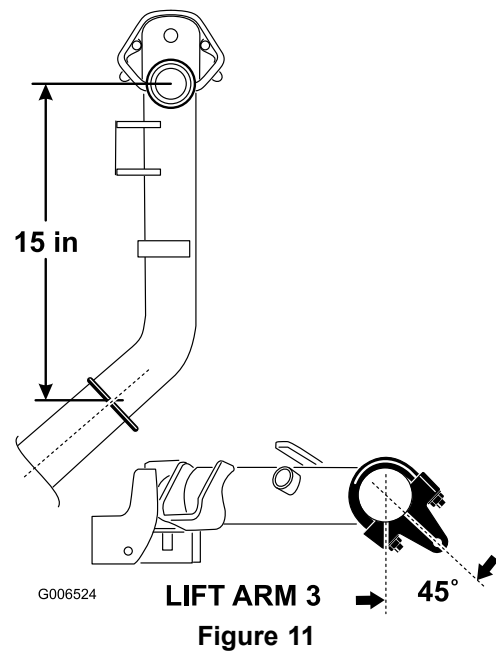

Figure 11
2. Sur les bras de relevage N° 2 et 3, positionnez les supports et les étriers filetés à 38 cm derrière l'axe du pivot (Figure 11). Tournez les supports de 45 degrés vers l'extérieur de la machine.